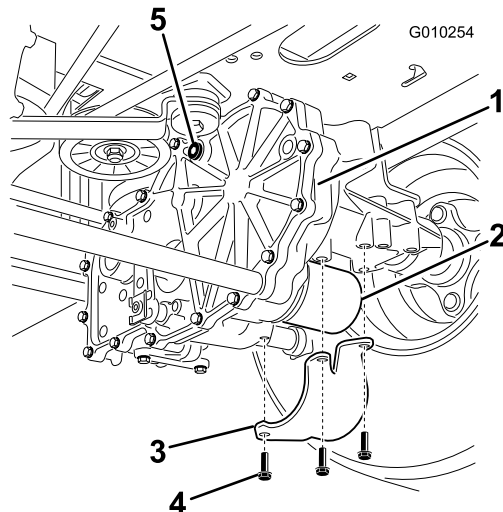

Figura 58
2. Individuate il filtro e le protezioni su ogni sistema di trasmissione (Figura 58). Rimuovete le tre viti con cui è fissata la protezione del filtro.